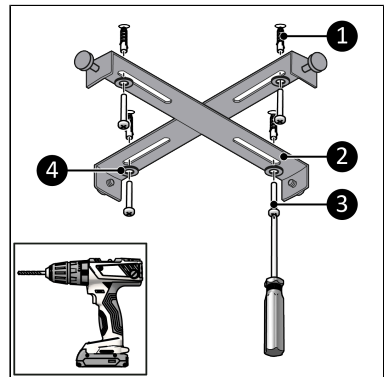

Figure 62.
7. Insérez les chevilles dans les quatre trous (Figure 62, pos. 1).
8. Utilisez les vis Philips (Figure 62, pos. 3) et les rondelles (Figure 62, pos. 4) pour attacher le support de suspension (Figure 62, pos. 2) au plafond.